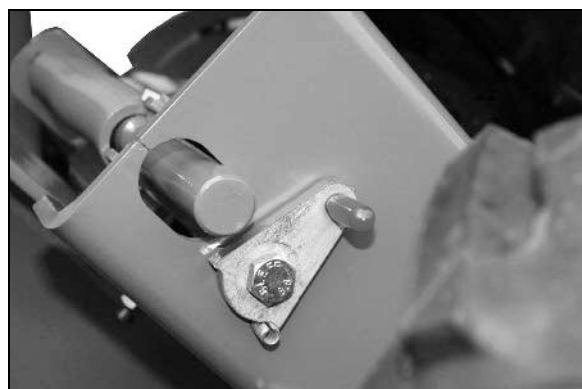

Рис. 20
3. Установите стопорный рычаг соответствующим образом (см. Рис. 20).